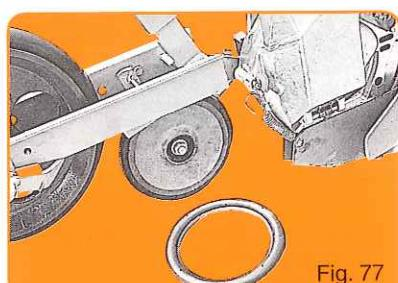

Fig. 77
- Roulette intermédiaire à bandage autonettoyant (fig. 77).
- Mittlere Andruckrolle mit selbsteinigenden Gummireifen (Abb. 77).
- Intermediate rubber press wheel (fig. 77).